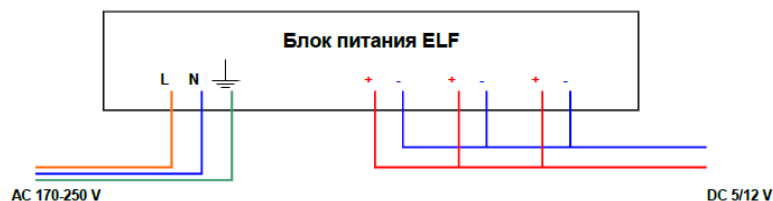

Рисунок 3.
- Для объектов (электроустановок), в которых применён принцип изолированной нейтрали (Рисунок 3)*: